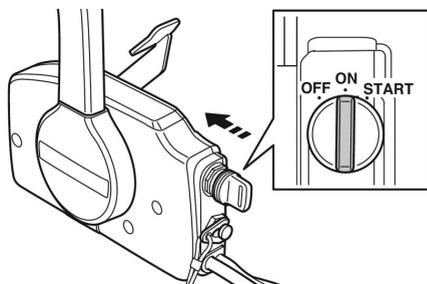

Рис. 32 Включение электромагнитного клапана управления воздушной заслонкой
- Если двигатель лодочного мотора холодный, перед запуском нужно закрыть воздушную заслонку карбюратора. Нажмите на ключ зажигания (Рис. 32), при этом сработает электромагнитный клапан управления воздушной заслонкой, установленный на впускном коллекторе двигателя, и воздушная заслонка карбюратора закроется.